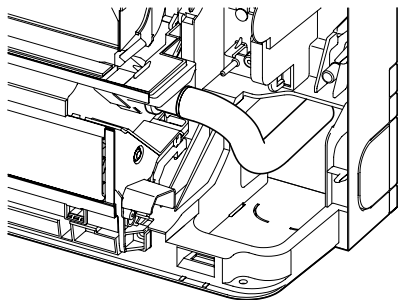

Fig. 5-4
- 将排水管一直插入到排水盘底座。(Fig. 5-4) 请确保排水管牢固地固定在排水盘的孔中的突出部分上。